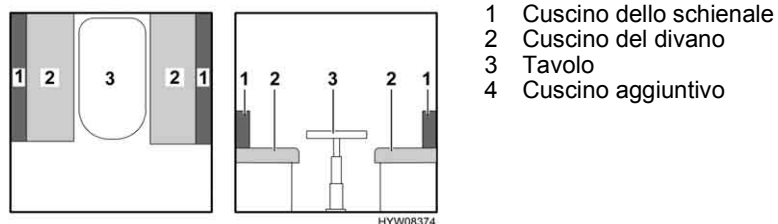

Fig. 36 Prima della trasformazione
- Collocare i cuscini dello schienale (Fig. 36,1) sotto il tavolo.